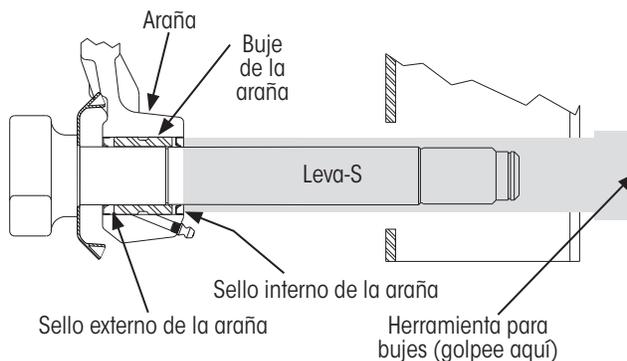

Figura 16: Remoción del buje de la araña y el sello externo
5. **Deslice** la herramienta del buje (Figura 15) sobre el extremo de la leva-S y presiónelo contra el sello interno de la araña (Figura 16).
6. **Golpee ligeramente** el extremo de la herramienta para bujes para sacar el sello interno de la araña, el buje de la araña de la leva-S y el sello externo de la araña de la araña (Figura 16).